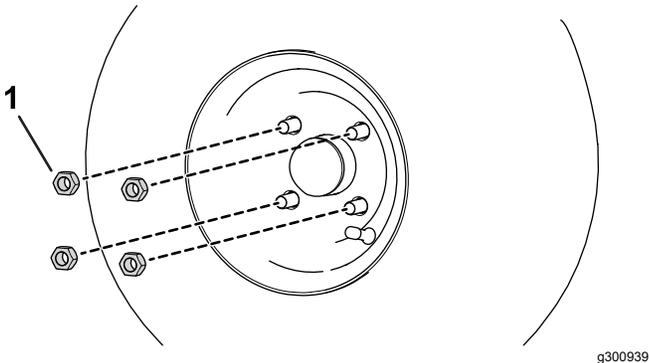

Bild 4
1. Verwenden Sie die zuvor entfernten Radmuttern, um das Rad an der Nabe zu befestigen (Bild 4).